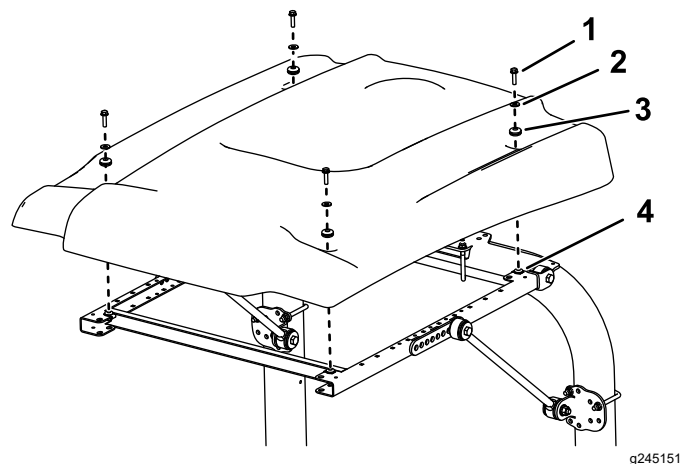

Рисунок 28
15. Выравнивая монтажные отверстия, расположите солнцезащитный навес на раме, как показано на Рисунок 28.
16. Установите каждый угол солнцезащитного навеса на раму с помощью болта с фланцевой головкой (5/16 x 1¼ дюйма), малых шайб и уплотнительной резиновой втулки, не затягивая их (Рисунок 28).